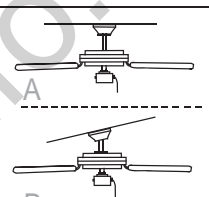

Fig. 2
2. Determine el método de montaje. [Fig. 2]